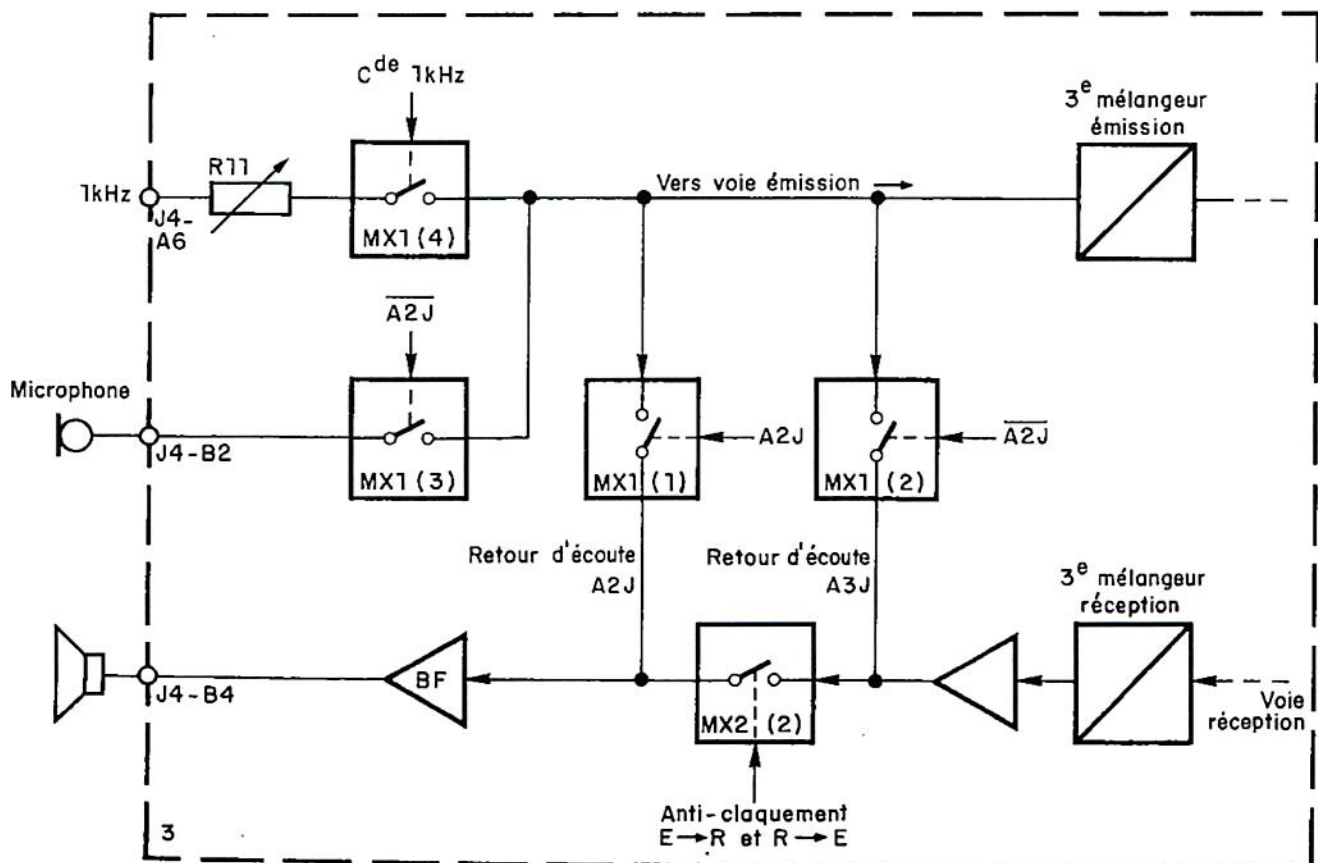

Fig. 2-10 Schéma synoptique simplifié des commutations BF
2.5.3.2 - Commutations BF (fig. 2-10 et Pl. 4)